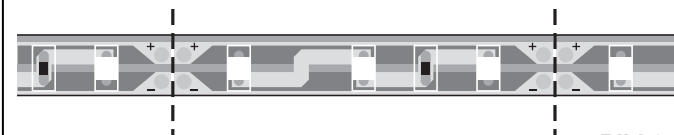

Bild 2
2. LED-Platine, falls erforderlich, kürzen (Bild 2).
1. LED-Platine, falls erforderlich, kürzen (Bild 2).
LED-Platinen können jeweils nach **drei** LEDs getrennt werden (Bild 2).